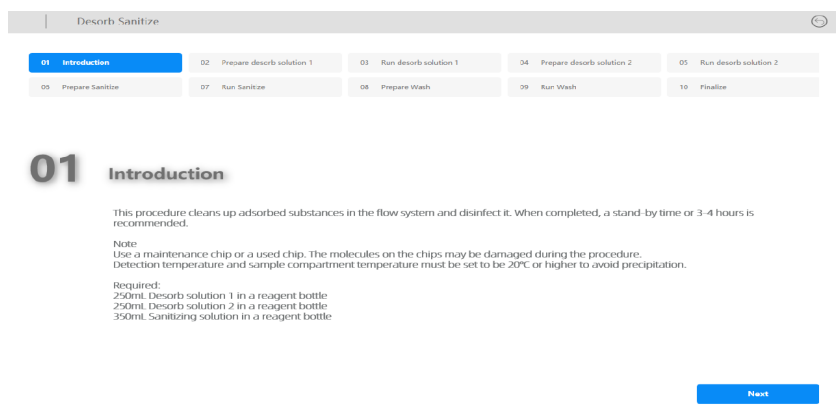

图 4 Polariton SPR Workstation 软件 Desorb Sanitize 程序主界面
- 按照以下步骤打开 Desorb Sanitize 程序: Polariton SPR Workstation→System→Maintenance→Desorb Sanitize, 如图 4~13 按步骤依次准备所需试剂, 完成月度维护;